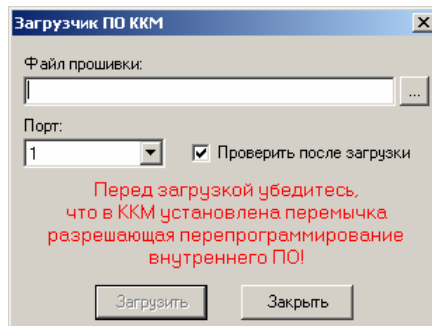

Рисунок 12 – Окно утилиты программирования.
- ✓ Указать в диалоговом окне утилиты «Loader.exe», в поле «Порт:» номер последовательного порта ПК, к которому подключена ККМ (см. рис. 12).